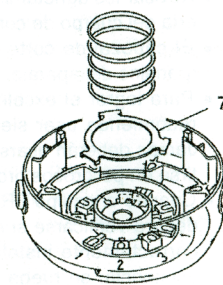

Fig. 3-1
Der BRAIN Schneidkopf bedarf im Normalfall keiner besonderen Einstellung. Die normale Länge der Schnurrenden beträgt 12 bis 20cm. Sollte der Gestrüppschneider Schnur über diese Länge hinaus zuführen, richten Sie die Verstelleisbe (7) auf Position Nr. 3, aus, Wenn er weniger zuführt, rücken Sie die auf Nr. 1. (Fig.3-1)